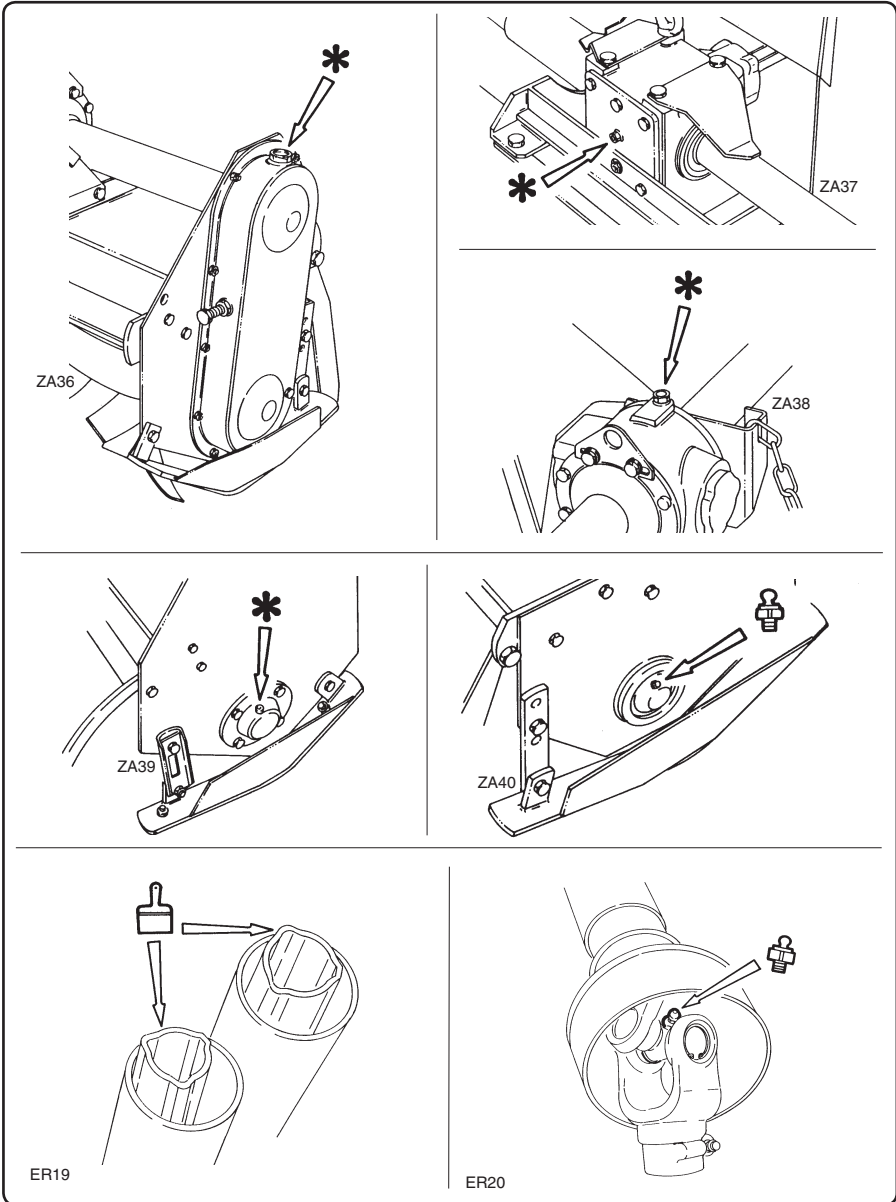

fig. 7.6.1
7.6 - Lubricating and greasing points fig. 7.6.1
7.6 - Punti di lubrificazione ed ingrassaggio fig. 7.6.1